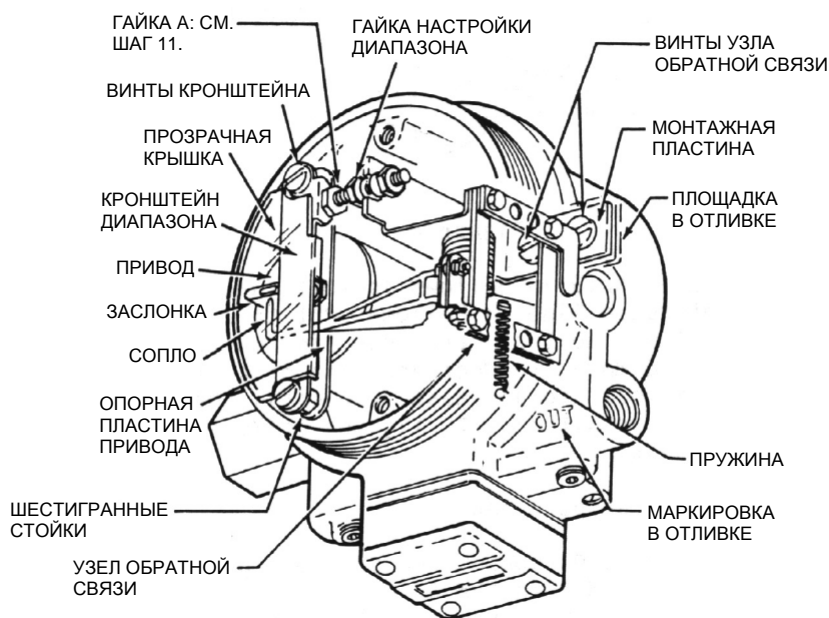

Рисунок 12
2. Выкрутите два винта, удерживающие кронштейн диапазона (см. Рисунок 12).
6. Открутите шестигранные стойки (используйте ключ 5/16 дюйма) и вытяните опорную пластину привода (см. Рисунок 12).
После сборки ослабьте гайку А (Рисунок 12), подсоедините пластину и затяните гайку А.